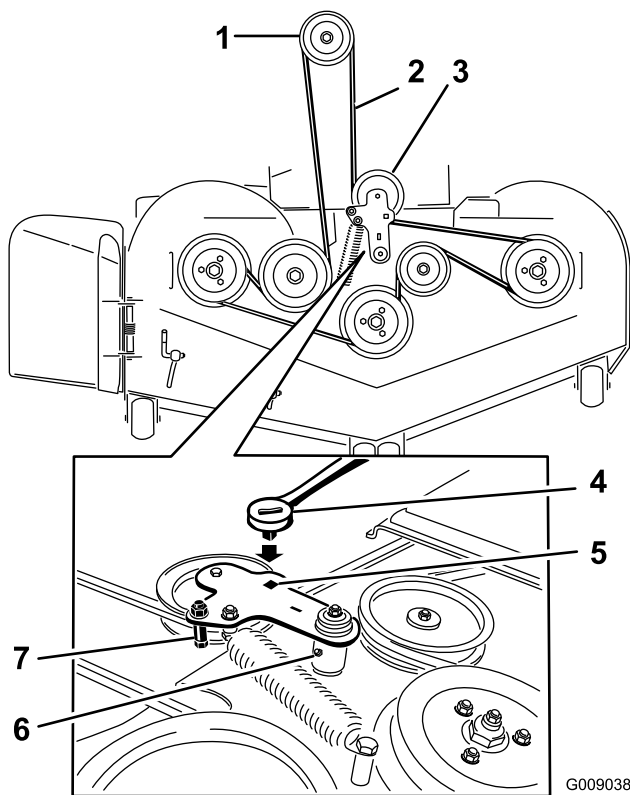

Figure 75
- Insérez un rochet dans le trou carré du bras de la poulie de tension pour détendre le ressort de la poulie de tension (Figure 75).
- Enlevez le guide-courroie situé sur le bras de la poulie de tension rappelé par ressort (Figure 75).
- Acheminez la courroie neuve autour des poulies du tablier de coupe et de la poulie d'embrayage, sous le moteur (Figure 75).
- Montez le guide-courroie sur le bras de la poulie tension (Figure 75).
- Insérez le rochet dans le trou carré et montez le ressort de la poulie de tension (Figure 75).